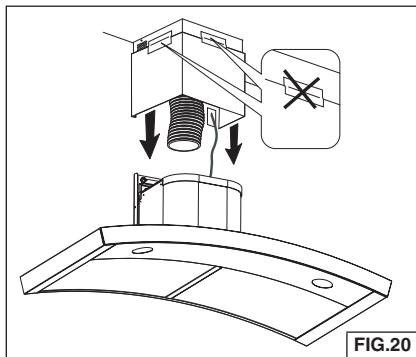

FIG.20
- Retire la cinta de los conductos de humo y bájelos a su posición en la campana. Fig. 20.